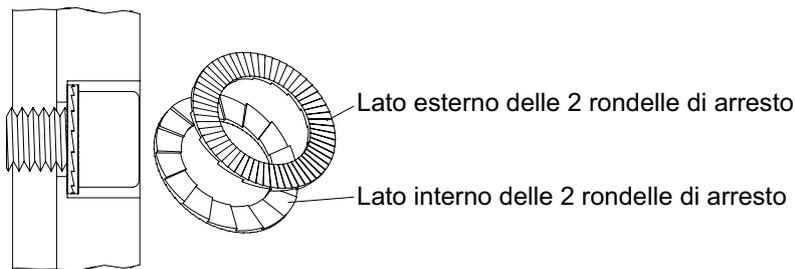

Fig. 5 Posizione di montaggio delle rondelle di arresto Nord-Lock®
**ATTENZIONE!** *Attenersi alla posizione di montaggio ed alla corretta coppia di serraggio delle rondelle di arresto Nord-Lock® come indicato in Fig. 5 e nella tabella delle coppie di serraggio!*
- Spingere le rondelle di arresto (7/106) fino alla corretta posizione di montaggio (*vedere fig. 5*).
- Innestare dapprima le rondelle di arresto Nord-Lock® (8/2) fino alla corretta posizione di montaggio (vedere fig. 5), quindi l'anello torico (8/3), sulla vite a testa cilindrica (8/1).